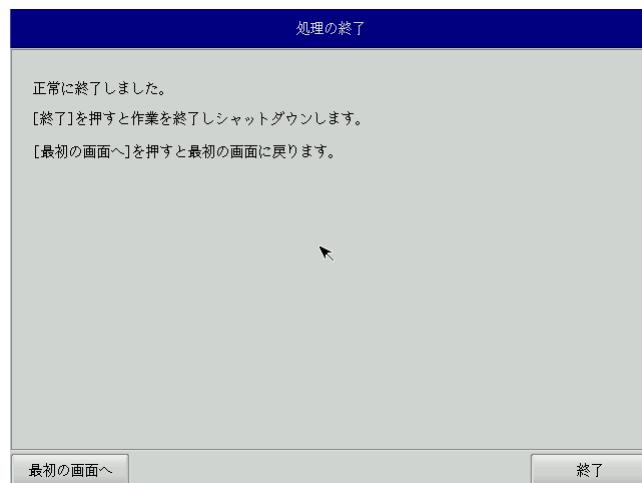

図 6-2-7. 終了画面
⑪ 終了画面（図 6-2-7）が表示されると工場出荷イメージの書き込みは完了です。[終了]ボタンを押して電源を落とし、DVD ドライブを外します。